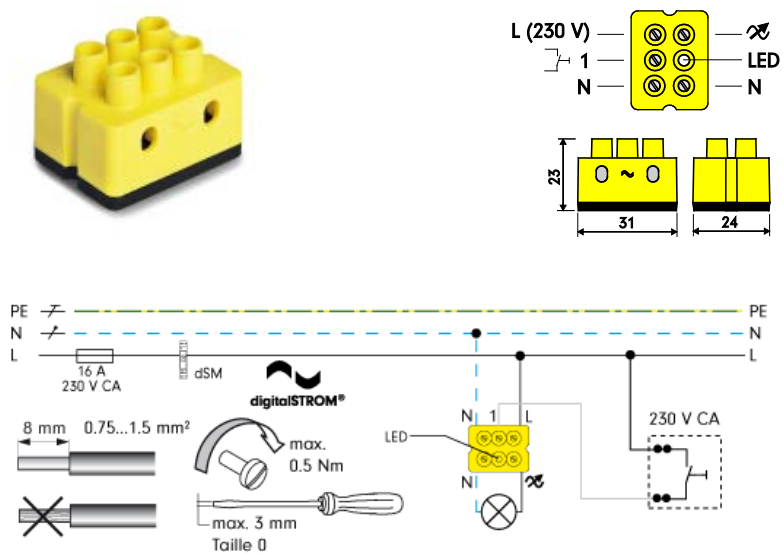

Abb. 12 Borne digitalSTROM pour éclairage
1. Partie : GE (jaune) pour le domaine d'application éclairage (Fig. 12)